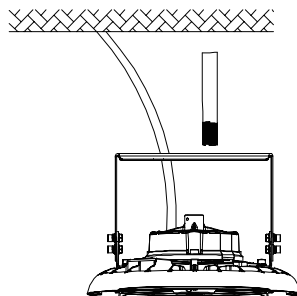

Figure 5
1. Utilisez un contre-écrou pour que l'assemblage soit sécuritaire. Une fois que le conduit ou le tuyau est vissé dans le luminaire, serrez le contre-écrou sur le luminaire. (Figure 5)